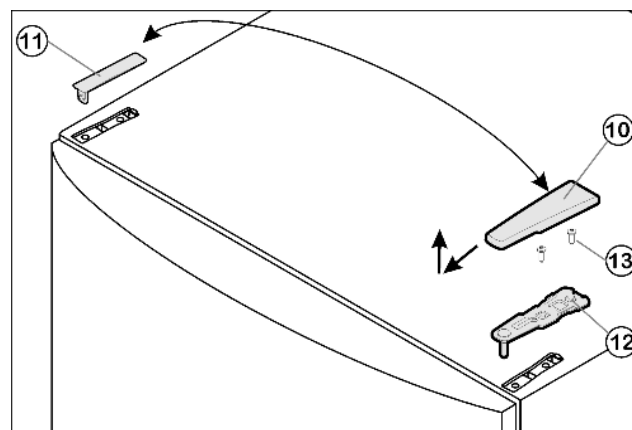

Fig. 4
- Tirer le cache Fig. 4 (10) vers l'avant et l'enlever par le haut.
- Retirer le cache Fig. 4 (11).
- Dévisser la charnière supérieure Fig. 4 (12) (2 x vis Torx 25) Fig. 4 (13) et l'enlever par le haut.
- ▶ Placer le support d'appui supérieur Fig. 4 (12) sur le nouveau côté charnière dans la porte.
- ▶ Visser le support d'appui supérieur Fig. 4 (12) avec un couple de serrage de 4 Nm (2 Torx 25) Fig. 4 (13). Pointer les trous de vissage ou utiliser une visseuse sans fil.
- ▶ Faire encliqueter le cache Fig. 4 (10) et le cache Fig. 4 (11) du côté opposé.